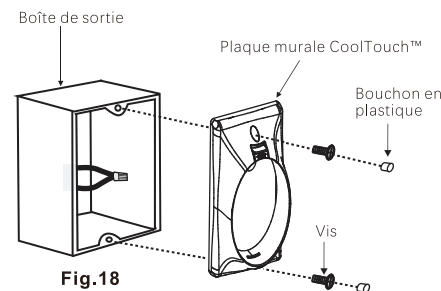

Fig.18
Étape 2. Installer la plaque murale CoolTouch™ sur la boîte de sortie murale existante à l'aide des 2 vis fournies. Insérez les deux fiches en plastique dans la plaque murale. (Fig.18)